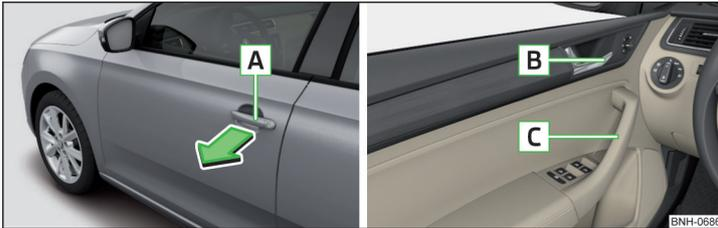

Fig. 47 Tirador/palanca de apertura de la puerta
► Para **abrir desde afuera**, desbloquear el vehículo y tirar en el tirador **A** en el sentido de la flecha » fig. 47.